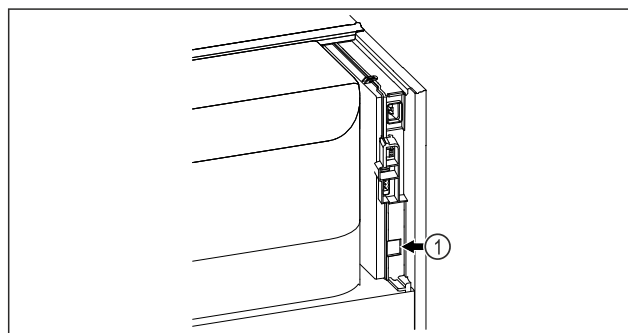

Fig. 109
- ❑ Se utiliza SmartModule Fig. 109 (1).